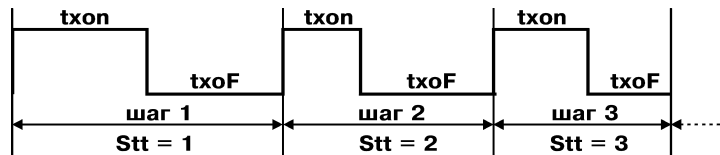

Рис. 3
3.1.2.4. Каждый из тридцати шагов последовательности имеет свою пару параметров «**tXon**» и «**tXoF**», которая выбирается при программировании прибора параметром «**SttX**» (рис. 3).